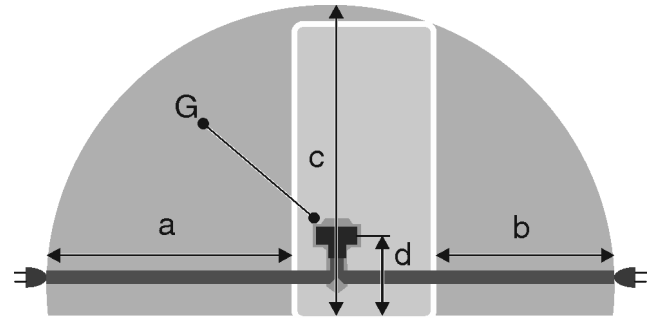

Fig. 23 *
- Розетка находится не за устройством, а в зонах a или b Fig. 23 (a, b, c).
- ▶ Штекер устройства Fig. 23 (G) подсоедините с задней стороны устройства. Следите за правильной фиксацией.